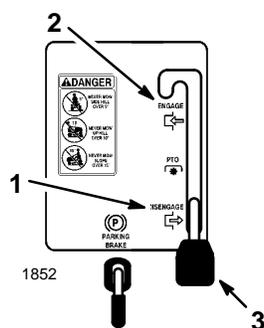

Abbildung 6
3. Das Mähwerk AUSKUPPELN (Abb. 6).